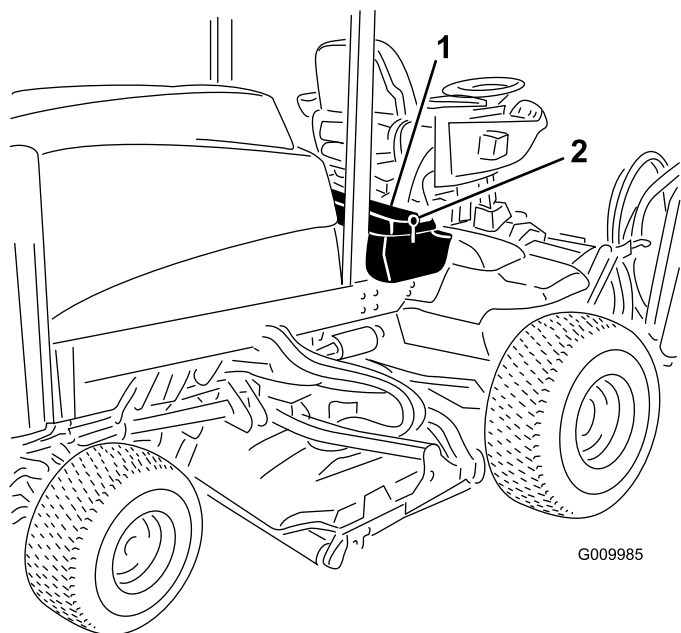

図 52
- 運転席のコンソールパネルのラッチを外して持ち上げる 図 52。